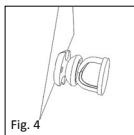

Fig. 4
■ **Fig. 4** Den klokkeformede den af sizeren bruges til at holde stapes hovedet under målingen. Den tallerkenformede del er beregnet til at ligge an imod trommehinden. Der skal ved bestemmelsen af proteselængden tages hensyn til tykkelsen af transplatatet (f.eks. bruskskive), som senere bruges til mellemlæg imod trommehinden. Når den optimale længde er fundet, kan den tilsvarende længde på partialprotesen indstilles.